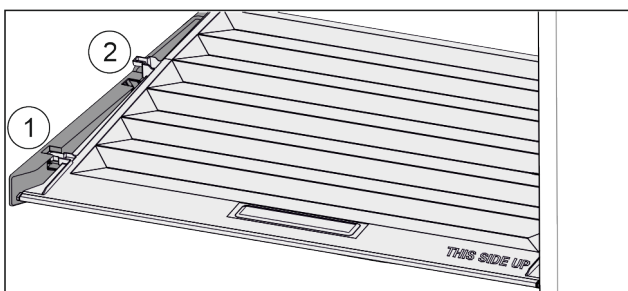

Fig. 170
- ▶ 将盖子向前拉 Fig. 170 (1)至定位件开口。
- ▶ 从下方抬起后端并向上将其移出 Fig. 170 (2)。